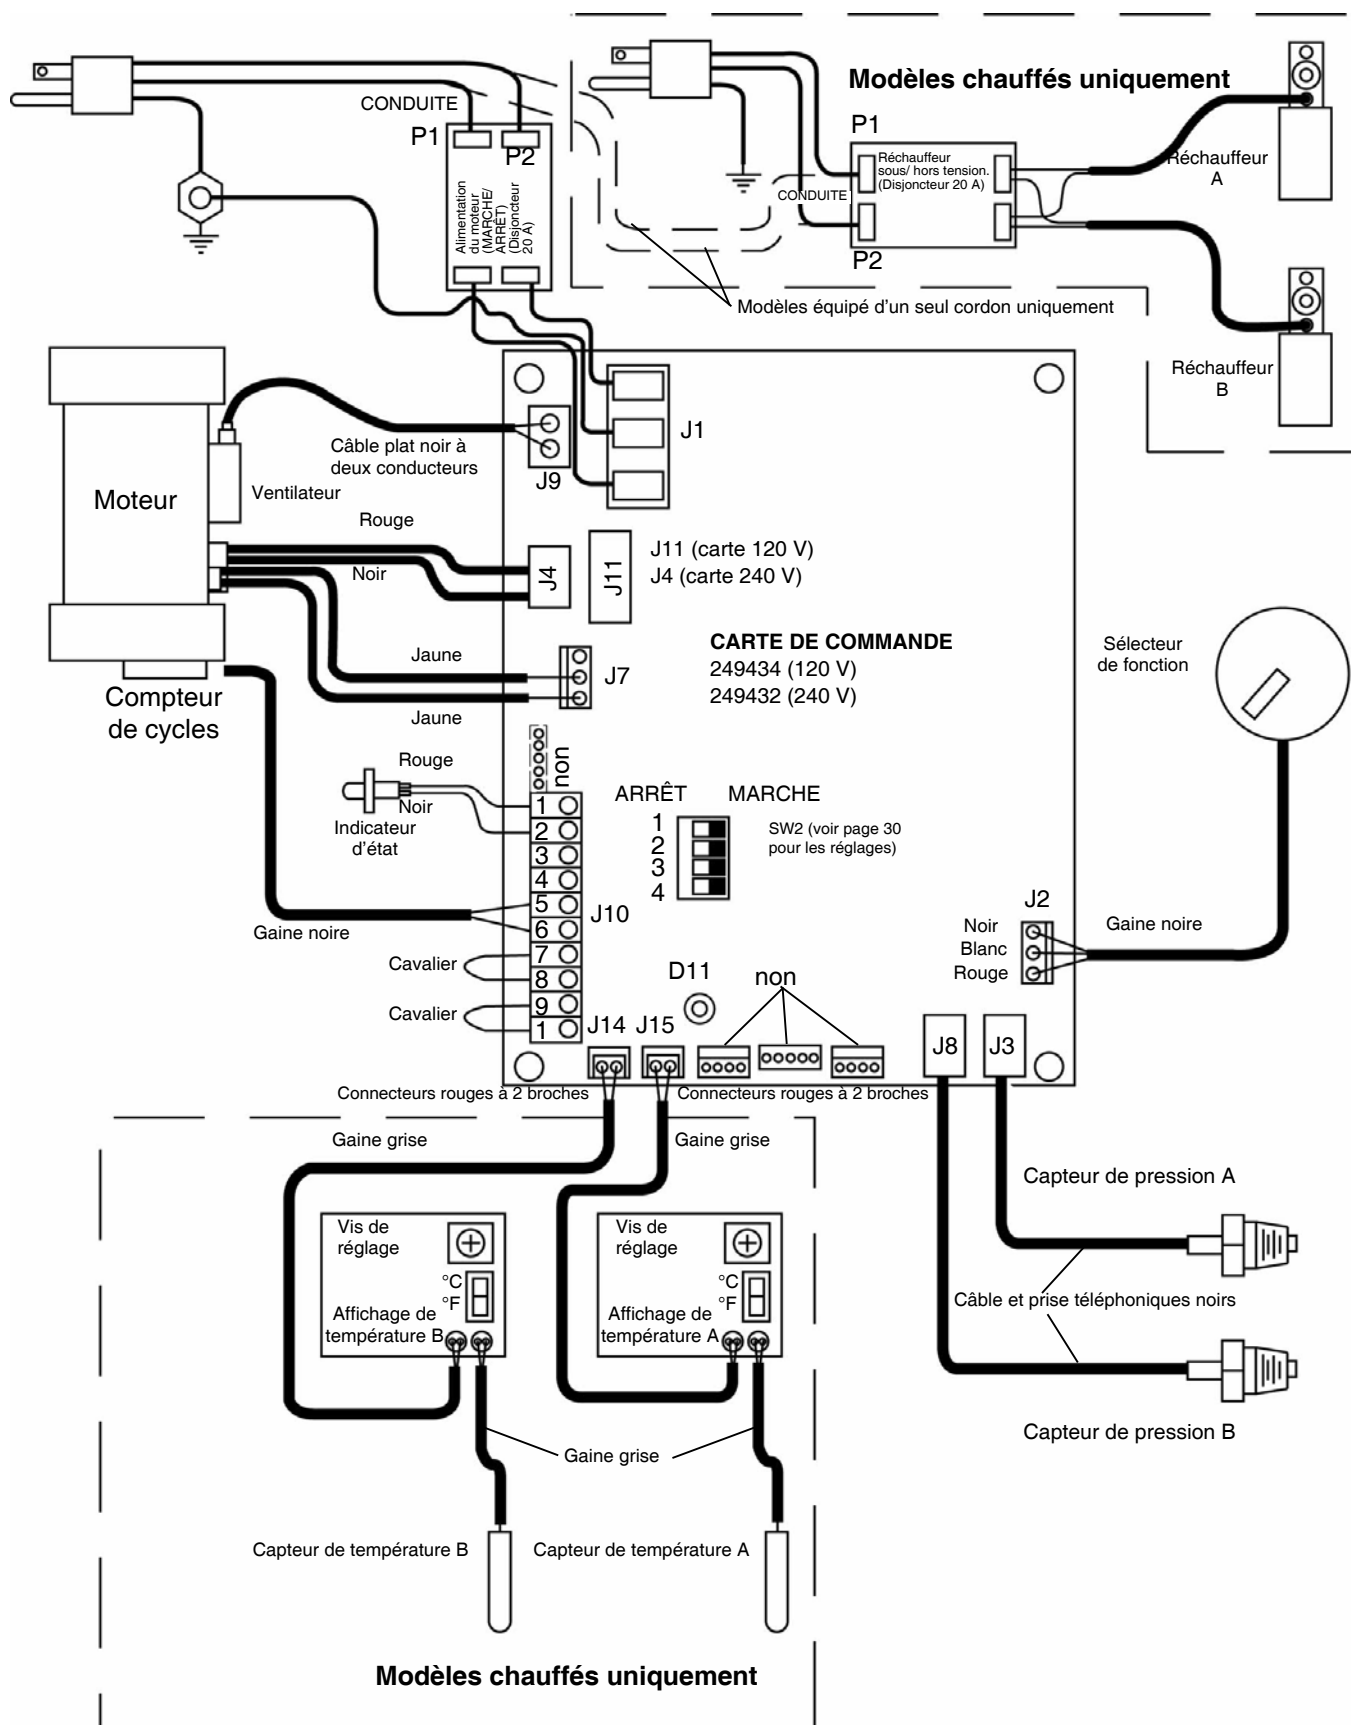

FIG. 14 : Branchements des câblages du module de régulation.
3. Retirer le couvercle d'accès (39) de l'arrière du module de commande.
4. Débrancher les fils du potentiomètre de la borne J2 de la carte de commande (406). Voir la FIG. 14, page 42.
6. Retirer l'écrou (N, élément de 404) et le plateau de détente (415).
7. Installer le potentiomètre neuf (404) en suivant l'ordre inverse. Positionner le potentiomètre de façon à ce que la fente (S) soit horizontale. Positionner le bouton (416) de façon à ce que le pointeur (P) soit dirigé vers le haut. Monter le bouton sur l'axe en veillant à ce que la broche du bouton pénètre dans la fente (S). Pousser le bouton sur l'axe contre le ressort de compression avant de serrer les vis sans tête (416a).
8. Rebrancher les fils du potentiomètre sur la borne J2 comme illustré à la FIG. 14, page 42.
Il y a une DEL rouge (D11) sur la carte de commande. L'appareil doit être sous tension pour cette vérification. Voir la FIG. 14 pour l'emplacement. Fonction :
(voir la FIG. 14)**
3. Retirer le couvercle d'accès (39) au dos du module de commande pour permettre l'accès à la carte de commande (406).
4. Débrancher les câbles du capteur de J3 et J8 sur la carte. Voir la FIG. 14, page 42. Inverser les raccordements A et B et vérifier si le code d'état suit le capteur défectueux. Voir la section **Codes d'état 3 : Défaillance du capteur A**, page 31.
9. Brancher le câble du capteur sur la carte, voir la FIG. 14, page 42.
Si le moteur n'est pas verrouillé par les pompes, il est possible de le tester à l'aide d'une pile de 9 V. Ouvrir les vannes de recirculation, débrancher les bornes J4 ou J11 de la carte de commande, FIG. 14, page 42. Mettre en contact les cavaliers entre la pile et les raccordements du moteur. Le moteur doit tourner doucement et sans à-coups.
- Repérer la carte de commande au dos du module de commande, voir la FIG. 14, page 42.
1. Débrancher le câble (37) du ventilateur (202). Mettre le moteur sous tension, tester la tension au niveau du connecteur du câble (120 V ou 240 V).
2. **Si la tension est correcte**, le ventilateur est défectueux. Retirer les vis fixant le ventilateur au bouclier (206). Installer le nouveau ventilateur en suivant l'ordre inverse.
3. **Si la tension n'est pas correcte**, vérifier le raccordement du câble de ventilateur au niveau du connecteur J9 de la carte de commande, voir FIG. 14, page 42.